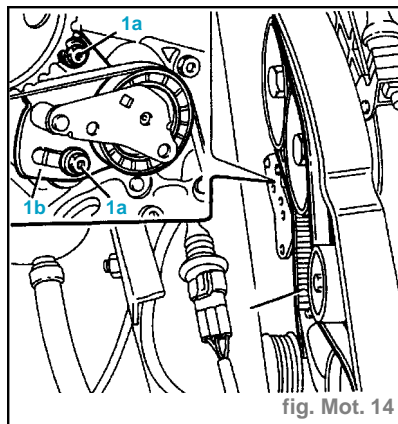

fig. Mot. 14
- Desserrer les vis (1a) du tendeur mobile (1b) de courroie de distribution (fig. Mot. 14).